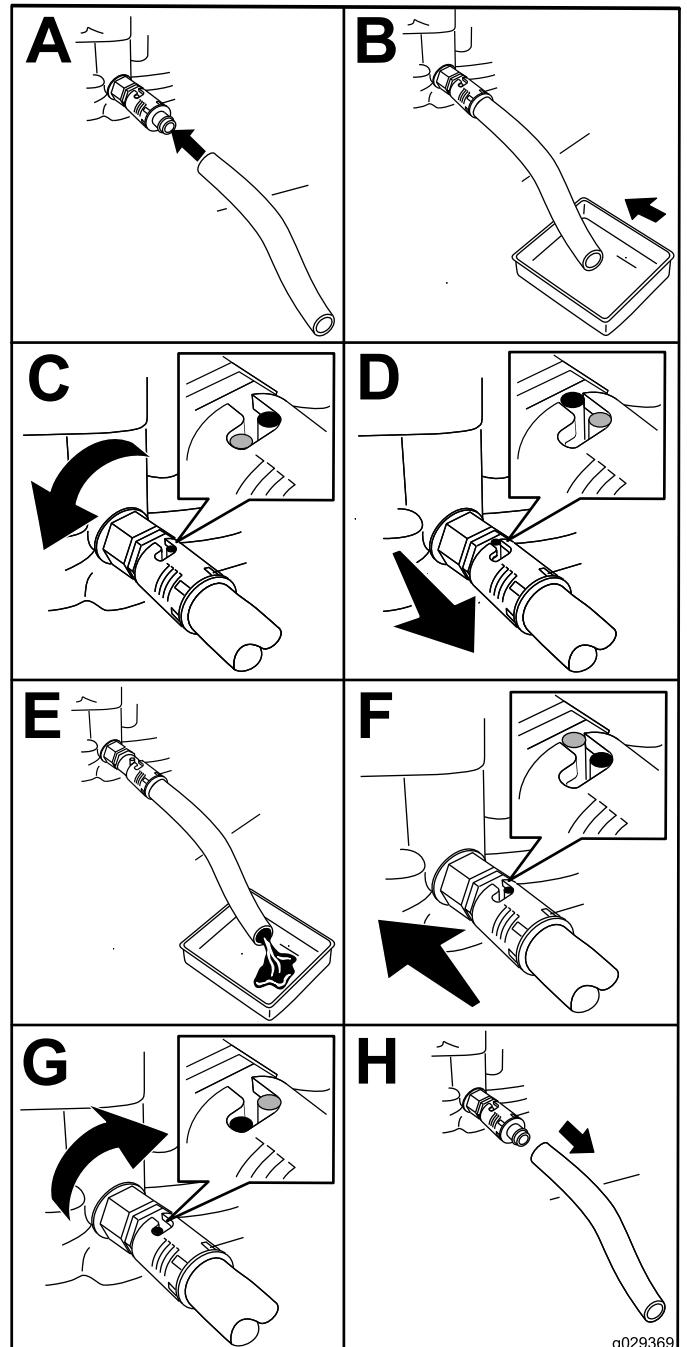

Рисунок 30
- Установите сливной шланг на сливной клапан (Рисунок 30).
- Поместите другой конец шланга в подходящий контейнер для масла (Рисунок 30).
- Поверните маслосливной кран на $\frac{1}{4}$ оборота против часовой стрелки, чтобы начать слив масла (Рисунок 30).
- После того как все масло стечет, закройте маслосливной кран, повернув его на $\frac{1}{4}$ оборота по часовой стрелке (Рисунок 30).